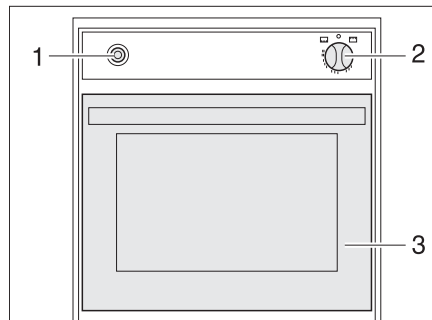

Bild 260 Gasugn (Spinflo)
- Öppna ugnsluckan (Bild 260,3) helt.
- Tryck lätt på vridregulatorn (Bild 260,2) och ställ den på "🔥" (ugn) eller "GRILL" (grill).
- Tryck på vridregulatorn (Bild 260,2) under 5 till 10 sekunder. Gasen strömmar till brännaren.
- Tryck på tändaren (Bild 260,1) tills lågan tänds.
- Ställ vridregulatorn (Bild 260,2) på "0". Flammen slocknar.